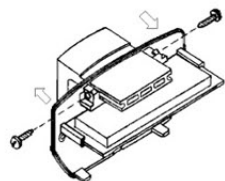

Рис.4
3. Установите основание с печатной платой на кронштейн на таком расстоянии от стены, чтобы карнизы не загромождали зону обнаружения. Фиксация положения основания на кронштейне осуществляется с помощью винтов (рис.4).